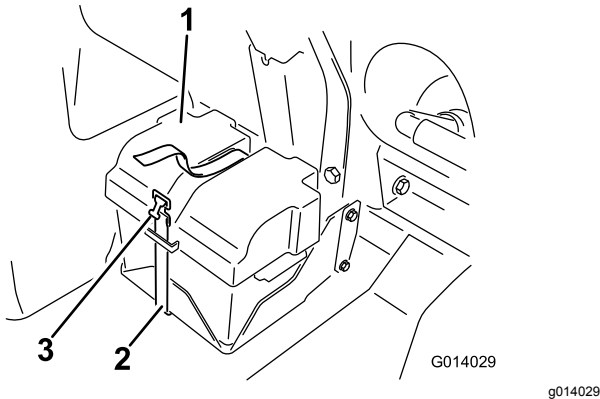

Figure 83
2. Déposez le couvercle de la batterie et débranchez le câble de masse négatif (noir) de la borne de la batterie (Figure 83).
4. Posez le couvercle de la batterie et fixez-le avec la sangle retirée précédemment (Figure 83).